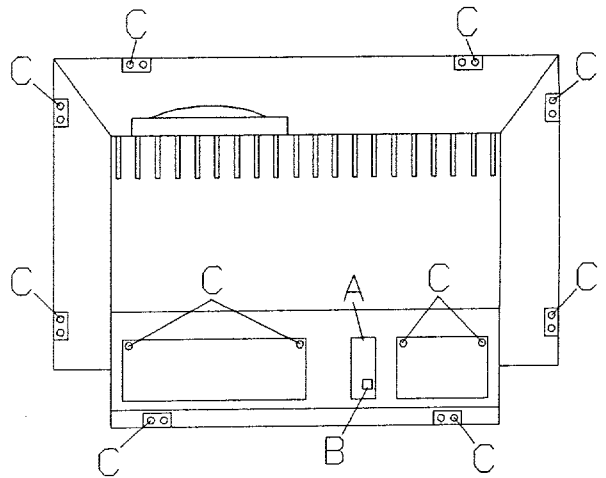

Fig 4.1
**1. Het verwijderen van de achterwand (Fig. 4.1)**